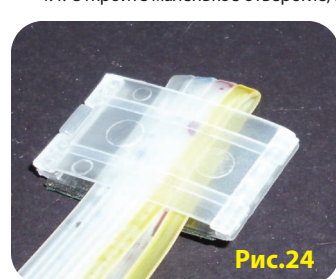

Рис.24
Во избежание вытекания чернил, пережмите шлейф держателем Рис. 24
5.6. Отступите по шлейфу от емкостей 4-5 см и пережмите шлейф держателем (Рис. 24).